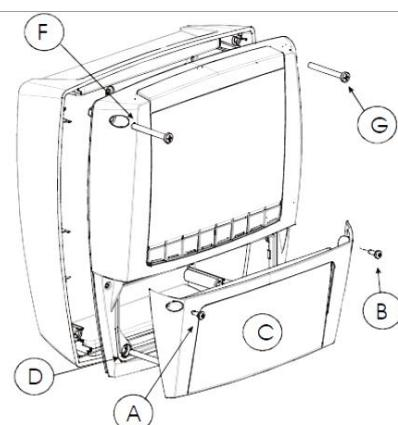

FIG. 2
8. Lukk dekselet (Fig. 2, C) og fest det med skruene etter kablene er montert i rekkeklemmene.
9. Lukk dekselet (Fig. 2, C) og fest det med skruene etter kablene er montert i rekkeklemmene.